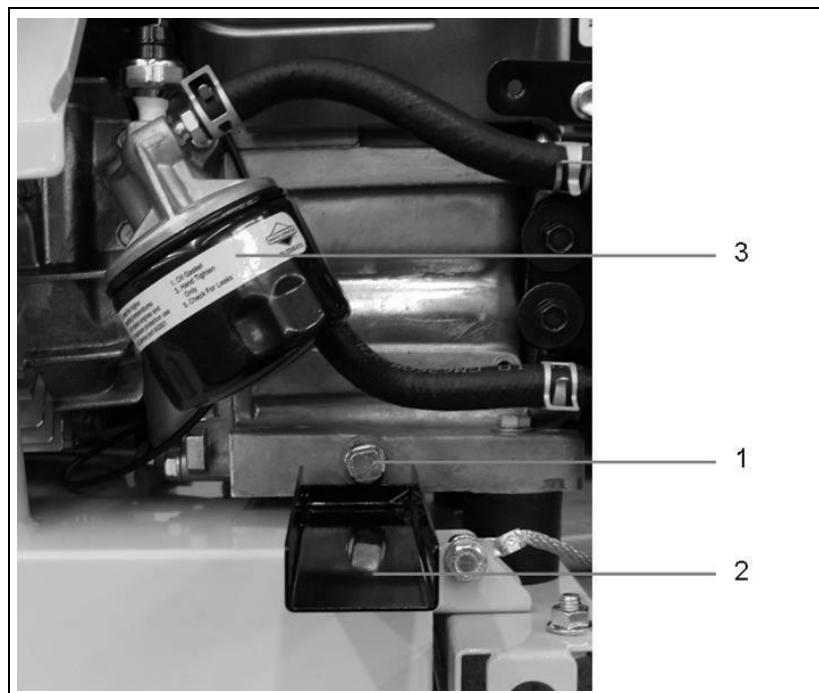

Abb. 6-3: Öl wechseln
3. Ölablassrinne (Abb. 6-3-(2)) montieren.
5. Ölablassschraube (Abb. 6-3-(1)) herausschrauben und Öl komplett ablaufen lassen.
Beim Wechsel des Ölfilters (Abb. 6-3-(3)) gehen Sie bitte wie in der Motorenanleitung beschrieben vor.